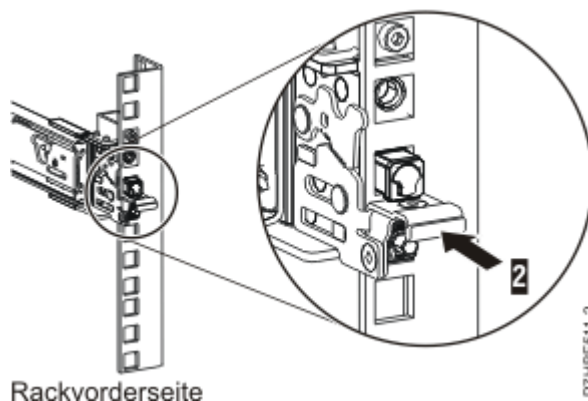

Abbildung 6. An der vorderen Schiene des Racks befestigte Verriegelung
7. Stellen Sie sicher, dass alle drei Stifte aus den Rackbohrungen herausragen, wenn Sie die Schiene nach vorne ziehen, und drücken Sie dann die vordere Verriegelung **(2)** ganz hinein. Einzelheiten finden Sie unter Abbildung 6 auf Seite 6.